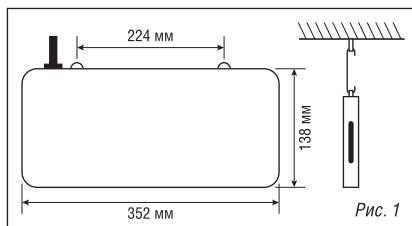

Рис. 1
- Установка светильника в подвесном положении осуществляется с помощью монтажных ушек, расположенных в верхней части корпуса светильника (Рис.1).